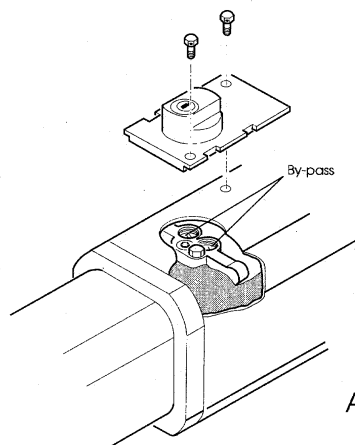

Abb. 11
Die Einstellung der Ansprechschwelle erfolgt mit den Bypass-Schrauben, die durch Lösen der Befestigungsschrauben der Entriegelungsvorrichtung wie in Abb. 11 zugänglich sind.
N.B.: Zur Kontrolle, ob Unbefugte das System aufgebrochen und die ausgeführte Einstellung verändert haben, können die Bohrungen für die Befestigungsschrauben der Entriegelungsvorrichtung versiegelt werden (Abb. 11).